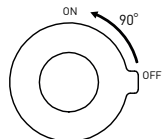

Fig. 3
- 3.1 Butonul de siguranță temperatura (10) rotit în poziția către dreapta (11) previne opărirea utilizatorilor și modificarea accidentală a temperaturii de către copii. (Fig.3). Dacă aveți nevoie de temperatura apei peste 38°C, mutați butonul de siguranță spre exterior (stânga) și în timp ce-l țineți, rotiți în sus (în funcție de săgeata plus). Eliberați butonul pentru a reveni automat la setarea maximă de 38°C, atunci când acesta este rotit în direcția opusă.
- 3.3 Butonul de reglare debit/iesire (15) – rotiți descendent butonul pentru a crește fluxul de apă de la robinet (fig.3), conform indicațiilor de pe buton. Rotiți butonul în sus/ascendent pentru a opri fluxul de apă.